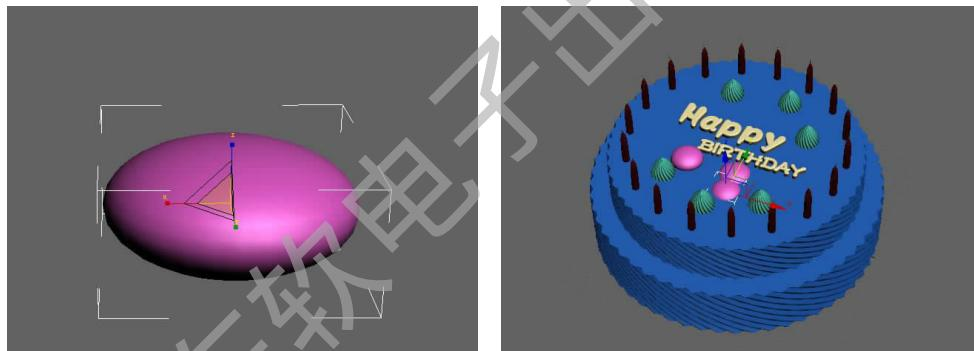

图 2-78 缩放球体
Step 22. 进入 创建面板→ 几何形体→球体，在视窗中拖拽鼠标创建一个球体，然后使用缩放工具沿 Z 轴进行压缩，将球压扁，并放到相对应的位置，如图 2-78 所示。